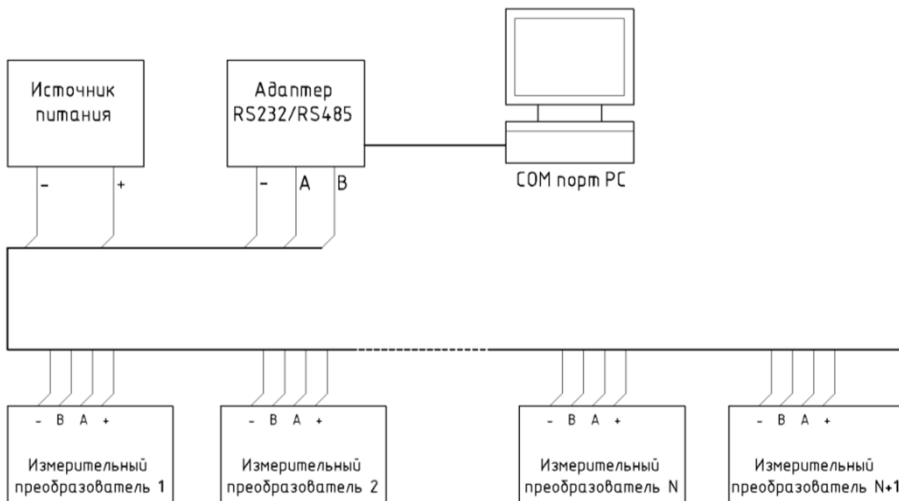

Рис.5. Схема подключения преобразователей.
6.4.2. **Подключение преобразователей исполнения -С** к измерительной системе осуществляется по четырем проводам - по одной паре подается напряжение питания (цепи - и +), по другой происходит обмен по интерфейсу RS-485. Преобразователи подключаются к четырехжильному кабелю параллельно, как показано на рис.5. Питание и считывание показаний из преобразователя возможно контроллером ИВА-128 или ПК через преобразователь интерфейса ПИ-1С, либо другими контроллерами Modbus RTU, имеющими интерфейс RS-485 (кроме дифференциальной пары А-В обязательно наличие общей линии GND).